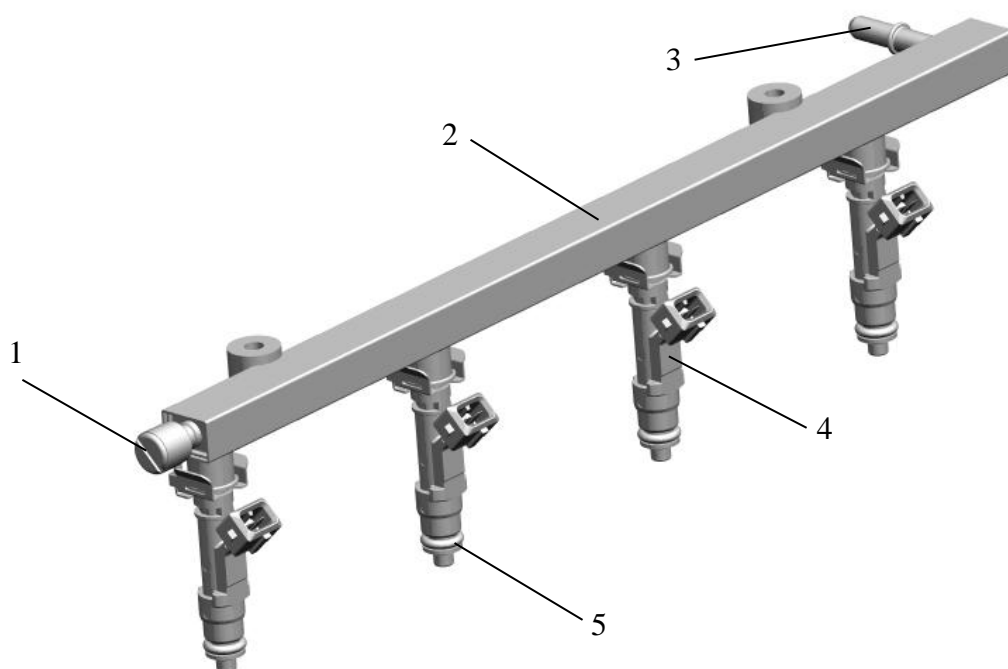

Рис.45. Топливная рампа с форсунками:
**Топливная рампа с форсунками** (рис.45) - стальная, прямоугольного сечения, бесшливная. Топливная рампа с четырьмя форсунками закрепляется на впускной трубе двумя болтами.